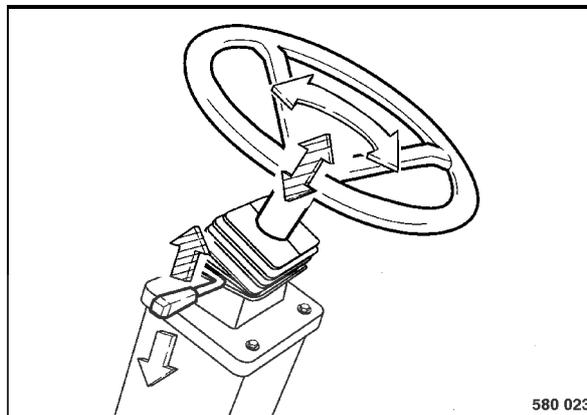

fig. 68
- Pour le réglage en hauteur, tirer le levier (fig. 68) vers le haut et régler la hauteur du volant.